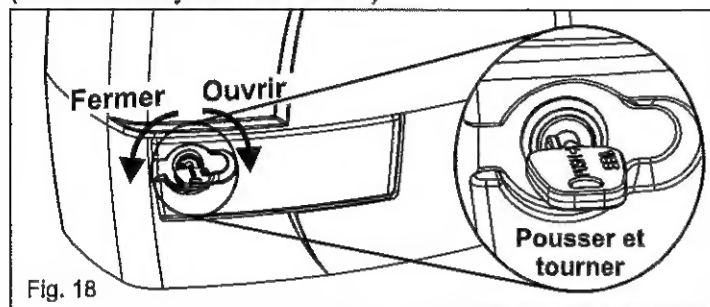

Fig. 18
- Insérer, pousser et tourner la clef dans le sens d'aiguilles d'une montre à 90° (fig. 18).